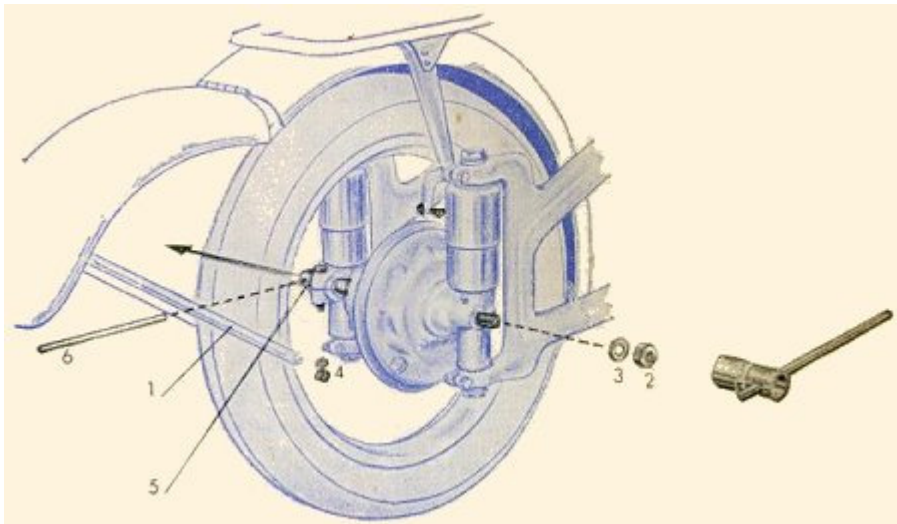

Abb. 30 Ausbau des Hinterrades: Kardanseite
5. Ausbau des Hinterrades (Abb. 30):